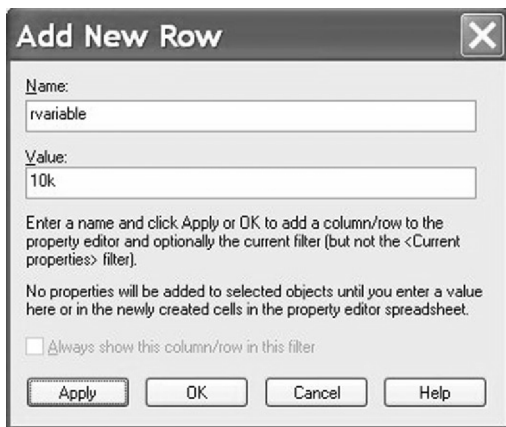

图 5.8 创建全局参数
5. 根据属性编辑器的显示形式 (行或列) 选择单击 **New Row** 或者 **New Column**, 以添加新参数。如图 5.8 所示, 创建一个新参数, 名称为 **rvariable**, 参数值为 10k。该电路设置了一个全局参数, 名称为 **rvariable**, 默认值为 10k Ω 。如果电路未进行参数扫描分析, 该默认值即为电阻的阻值。单击 OK 按钮对设置进行确定, 切记不要退出属性编辑器。